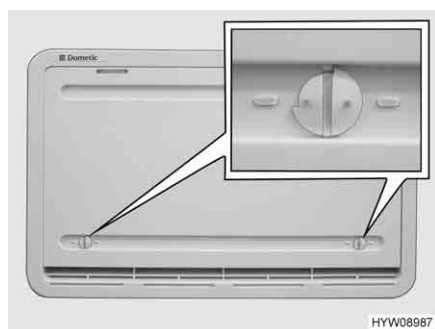

Bild 156 Vinterskydd
**Vinterskydd** När kylskåpet ska vara i drift vid låga utetemperaturer, rekommenderar tillverkaren användning av ett vinterskydd (Bild 156) för kylskåpets ventilationsgaller.
- Öppna båda lås (Bild 156) (noten står horisontellt).